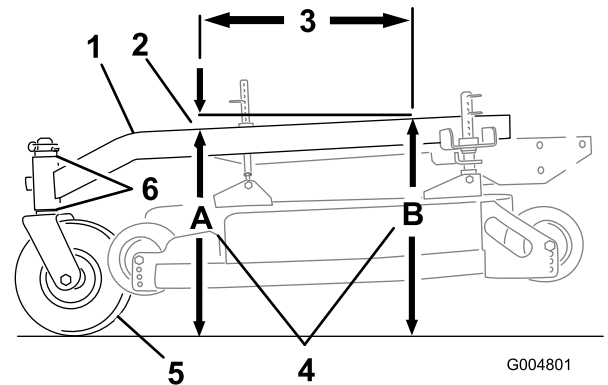

Figure 62
L'inclinaison avant/arrière du bâti porteur doit être comprise entre 3 mm (1/4 po) et 9 mm (3/8 po) sur 61 cm (24 po) de sa longueur (Figure 62).
- Mesurez 61 cm (24 po) sur le bâti porteur (Figure 62).
- Mesurez la hauteur du bâti porteur au point **A** (Figure 62).
- Mesurez la hauteur du bâti porteur au point **B** (Figure 62).
- La hauteur au point **A** doit être inférieure de 6 à 10 mm (1/4–3/8 po) par rapport au point **B** (Figure 62).
- Si ce n'est pas le cas, déplacez les entretoises des roues pivotantes de manière à obtenir l'inclinaison voulue de 6 à 10 mm (1/4 à 3/8 po) (Figure 62). Déplacez les entretoises en haut ou en bas pour corriger l'inclinaison.